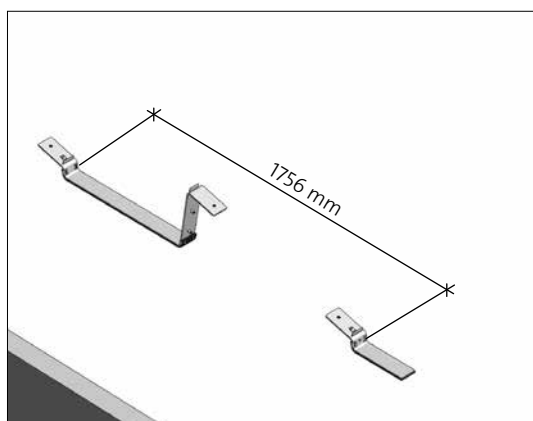

Fig. C 3-2
1. Une fois la pose de la première rangée terminée, l'écartement avec la rangée suivante est défini automatiquement et les opérations de pose de la figure C 3-2 sont répétées à l'identique. Pour la dernière rangée à l'arrière du générateur, les sup-